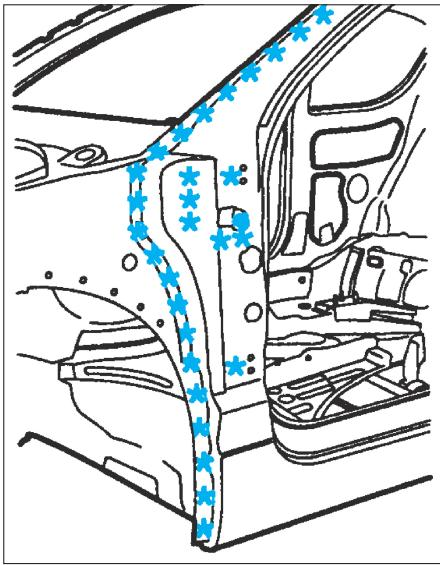

FIG. 46
- Découper par fraisage des points (Fig.46), (Fig.47).